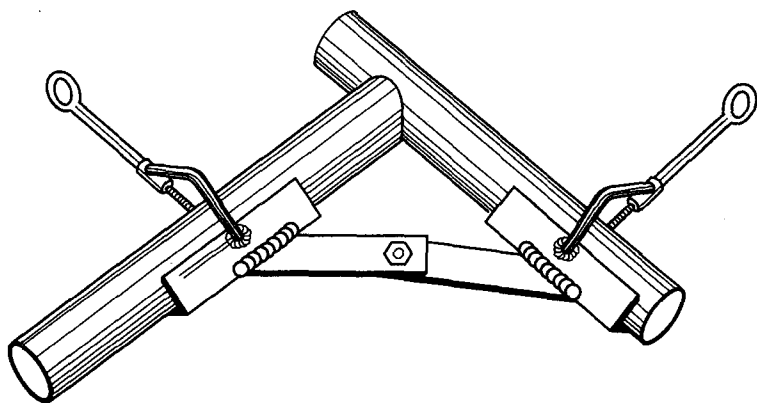

图 1-8 用于焊接钢管的管材角夹具
② 管材角夹具 用于小口径管的焊接装配效果很好，价格也便宜，如图 1-8 所示。
③ 手动夹紧的焊接夹具和夹钳 这类工具可用于多种用途，例如：